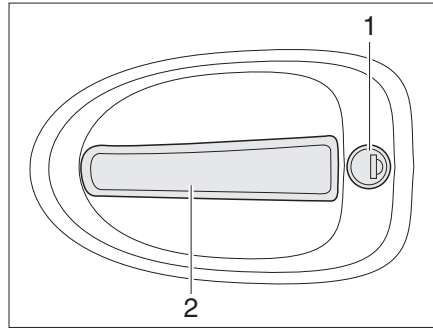

Fig. 46 Cerradura de la puerta del conductor, en el exterior
- Introducir la llave en el cilindro de cierre (Fig. 46,1) y girarla hasta que esté desbloqueada la cerradura de la puerta.
- Tirar del tirador de la puerta (Fig. 46,2). La puerta está abierta.
- Introducir la llave en el cilindro de cierre (Fig. 46,1) y girarla hasta que esté bloqueada la cerradura de la puerta.